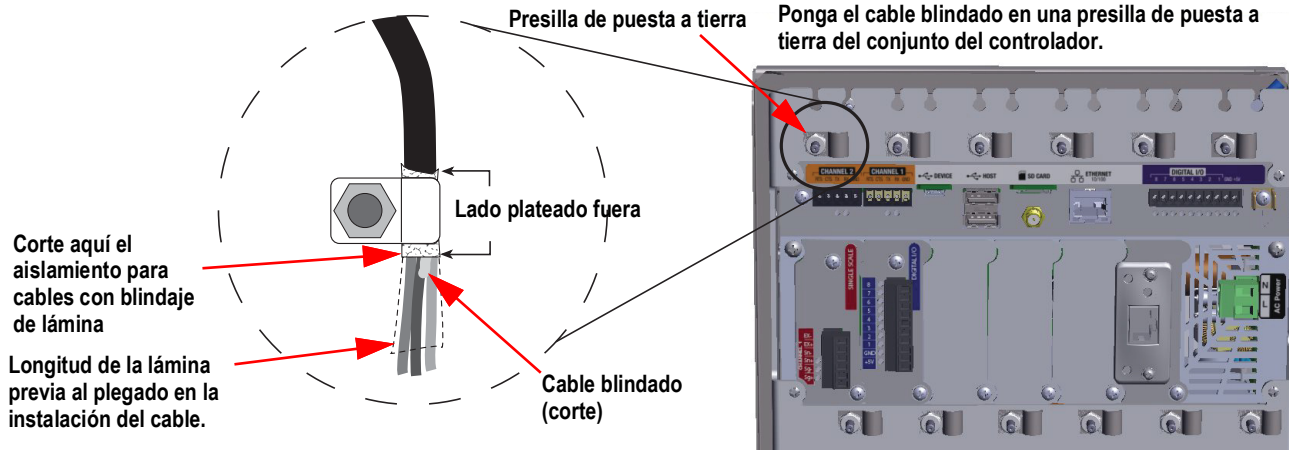

Figura 2-28. 1280 Abrazadera a tierra y perno mostrados en el montaje del panel
3. Corte y doble el cable de blindaje y el aislamiento de lámina como en la Figura 2-28.